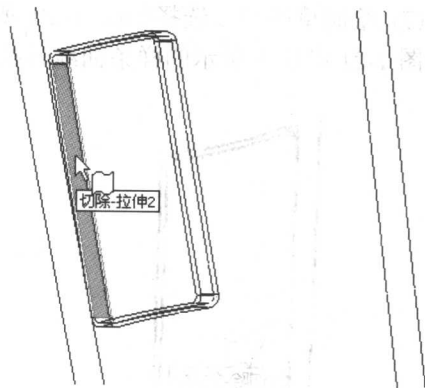
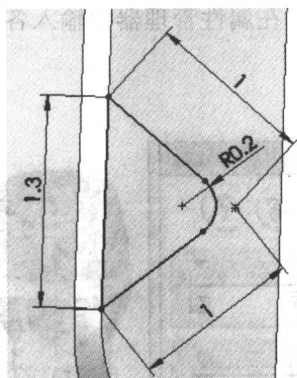

图 1-16 选择面
图 1-17 草图 5
(4) 绘制草图 5。选择如图 1-16 所示的面，单击 → ，用草图工具绘制出如图 1-17 所示的草图 5，注意“相切”约束，单击图标按钮 退出草图绘制。